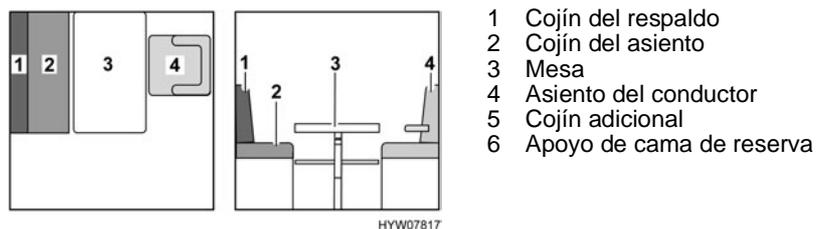
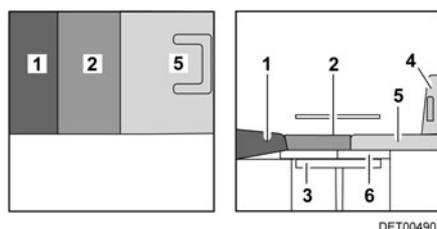

Fig. 117 Antes de la transformación
Fig. 118 Después de la transformación
- Girar el asiento del conductor (Fig. 117,4) y empujarlo completamente hacia adelante.
- Transformar la mesa (Fig. 117,3) en base de cama (véase apartado 7.7).
- En caso de que el vehículo posea un apoyo de cama de reserva (Fig. 118,6), quitar el cojín del respaldo (Fig. 117,1) y el cojín del asiento (Fig. 117,2) y ponerlos a un lado.
- Según el modelo, colocar el apoyo de cama de reserva entregado (Fig. 118,6) en la mesa. En esto, apoyar el borde delantero del apoyo de cama de reserva directamente en el asiento del conductor o en la diagonal de la cabina del conductor.
- Colocar el cojín adicional (Fig. 118,5) sobre el asiento del conductor.
- Colocar el cojín del asiento (Fig. 118,2) en la mesa.
- Colocar el cojín del respaldo (Fig. 118,1) entre el cojín del asiento y la pared dorsal. Tener en cuenta la forma de cuña.
- De ser necesario, volver a empujar el asiento del conductor (Fig. 118,4) hacia atrás.